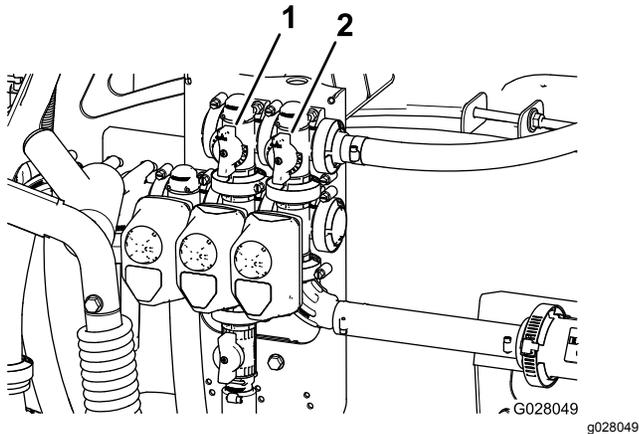

图31
11. 调节搅拌阀背面的搅拌旁通阀 图31 直至压力表上的读数为6.9bar(100 psi)。
9. 调节主喷洒臂旁通阀手柄控制药缸中的搅拌量 图31。